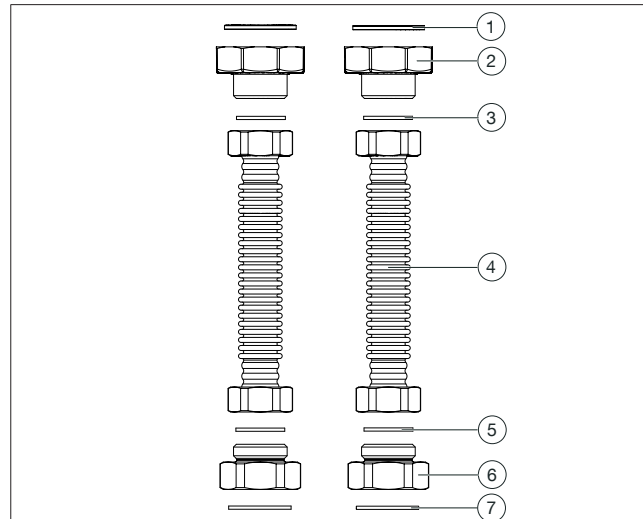
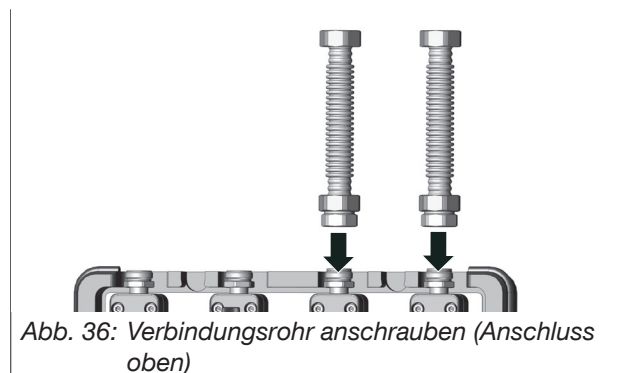

Abb. 35: Aufbau Verbindungsset
Abb. 36: Verbindungsrohr anschrauben (Anschluss oben)
2. Setzen Sie die Dichtungen (siehe Abb. 35 auf Seite 26 (7)) in die Übergangsstücke (6).
3. Schrauben Sie die Übergangsstücke (6) an die Hausübergabestation handfest an.
4. Setzen Sie die Dichtungen (3) zwischen die Übergangsstücke (2) und die Edelstahlwellrohre (4) ein und ziehen Sie die Bauteile handfest an.
5. Schrauben Sie die Edelstahlwellrohre (4) handfest an die Übergangsstücke (6). Siehe Abb. 36 auf Seite 26.
10. Ziehen Sie alle Verschraubungen fest (entnehmen Sie die jeweiligen Drehmomente der Legende Abb. 35 auf Seite 26).